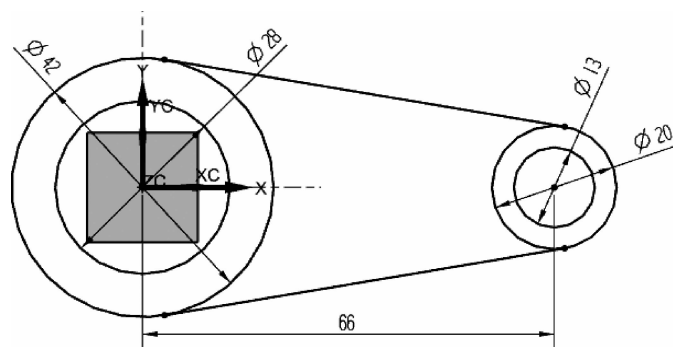

图 2-35 绘制切线并设置约束
(5)绘制切线。在“草图”工具条中单击 图标,分别绘制两条直线并进行相切约束,如图 2-35 所示。